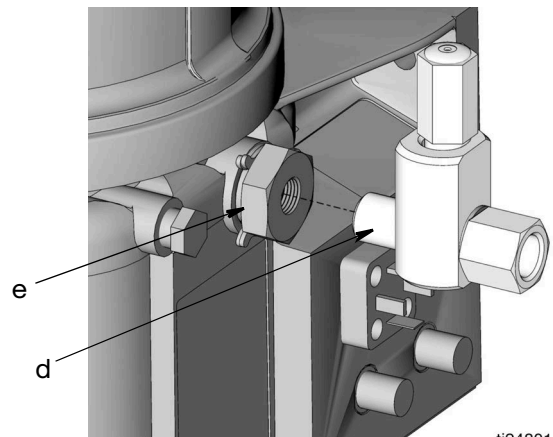

FIG. 35
3. Install banjo bolt (d) into pump element (e) (FIG. 35).